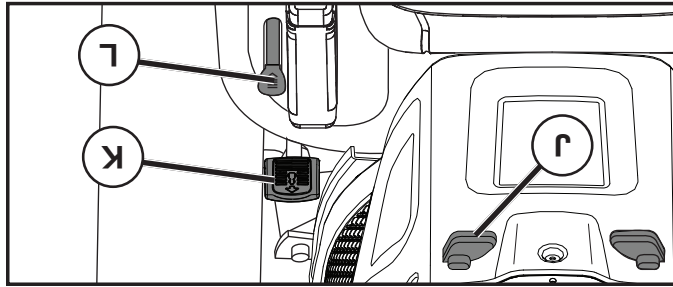

Fig. 7
COMMENT UTILISER LE RÉGULATEUR DE VITESSE (J) (Voir la Fig. 7)